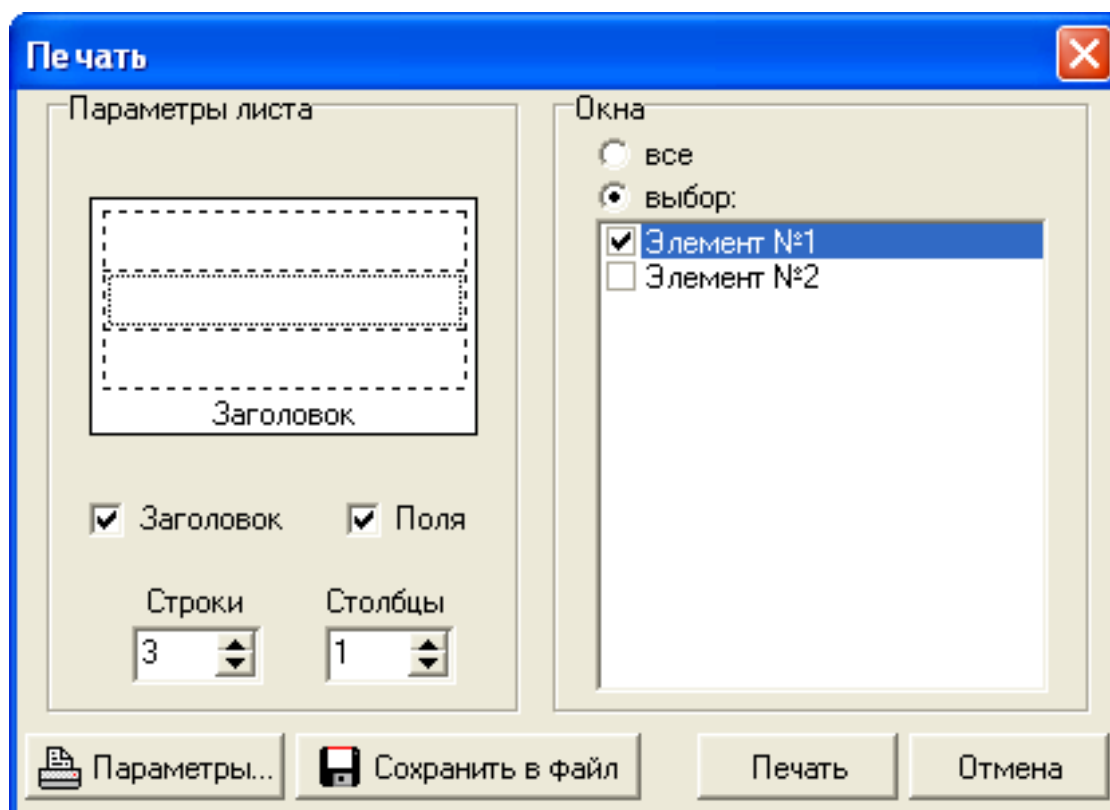

Рис. 35. Окно «Печать».
- для печати одного или нескольких элементов (см. рис. 35), необходимо выбрать пункт «**Выбор**» нажатием левой клавиши мыши, при этом активизируются пункты «**Окна**», «**Строки**» и «**Столбцы**». Оставить галочки у тех элементов, которые Вы хотите распечатать. Выбрать то количество «**Строк**» и «**Столбцов**», насколько Вы хотите разбить лист печати. В «**Параметрах листа**», на общем виде листа, левой клавишей мыши выбрать ту область печати (она выделится), в которой Вы хотите напечатать график. Для снятия выделения области для печати, необходимо нажать левую клавишу мыши еще раз.